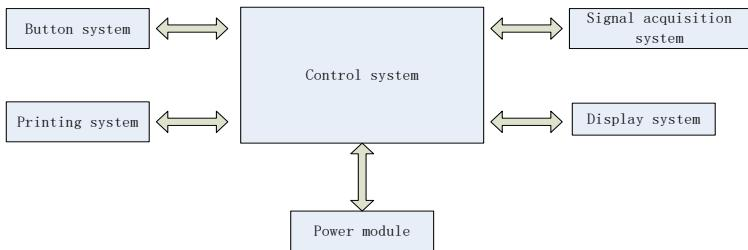

Figura 4-1 Diagrama de bloques de la unidad de control
(2) El principio del diagrama de bloque es mostrado en la Figura 4-1.